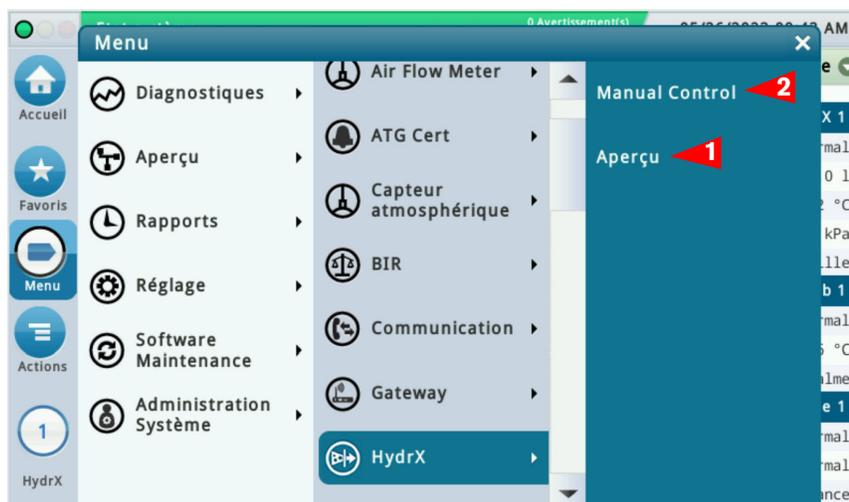
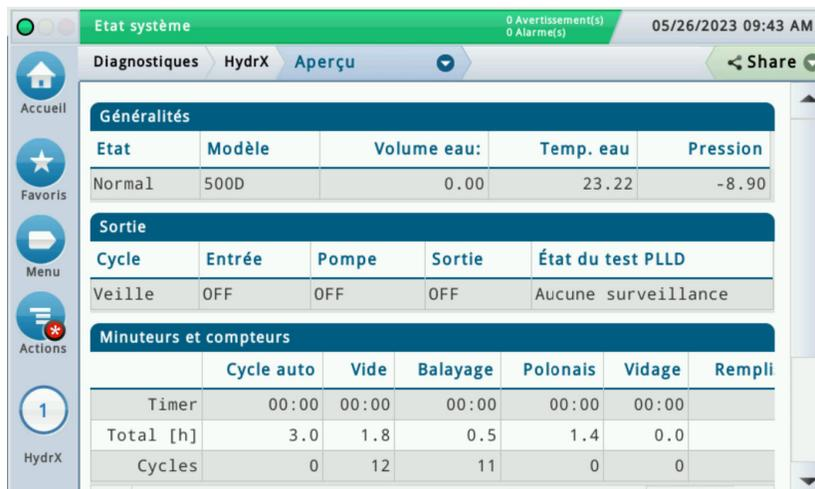
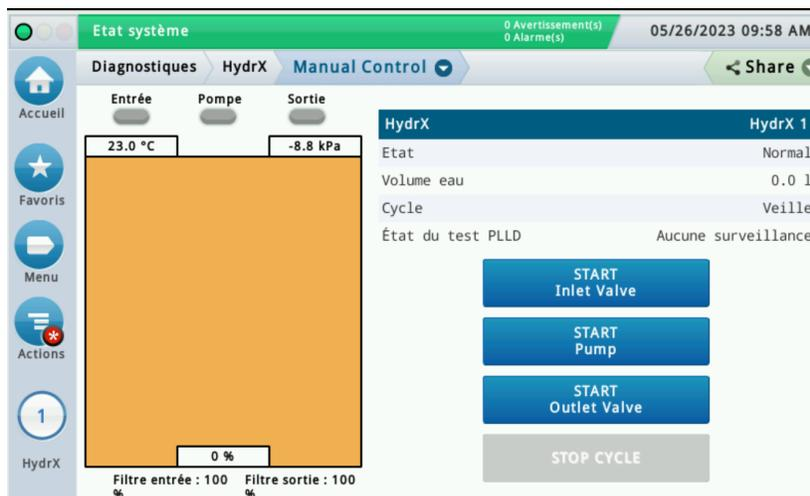

Figure 3. Accès aux écrans de diagnostic HydrX
Figure 4. Exemple d'écran Vue d'ensemble du diagnostic HydrX - Page 1
Figure 7. Exemple d'écran Commande manuelle des diagnostics HydrX
1. Touchez **Menu>Diagnostiques>HydrX** pour ouvrir l'écran de diagnostic HydrX, puis touchez **Aperçu** (1, Figure 3) pour ouvrir l'écran Vue d'ensemble du diagnostic HydrX (Figure 4).
1. Touchez **Menu>Diagnostiques>HydrX** pour ouvrir l'écran de diagnostic HydrX, puis touchez **Commande manuelle** (2, Figure 3) pour ouvrir l'écran de commande manuelle des diagnostics du système HydrX (Figure 7).